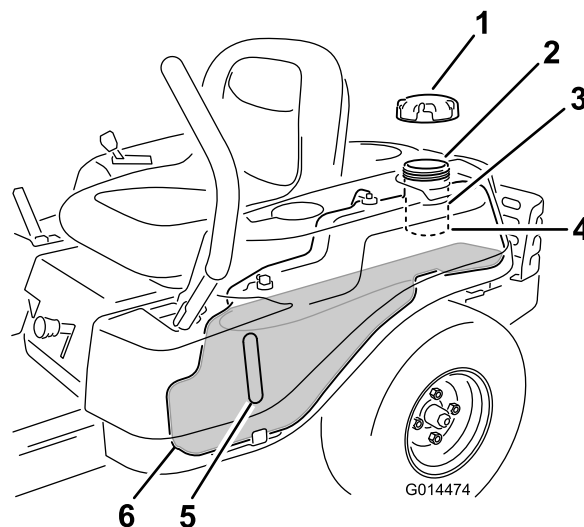

Figura 11
Nota: Puede utilizar la mirilla de combustible para verificar la presencia de gasolina antes de llenar el depósito (Figura 11).
2. **Añada gasolina sin plomo** lentamente (Figura 11) hasta que el combustible llegue a la base del cuello de llenado (4).